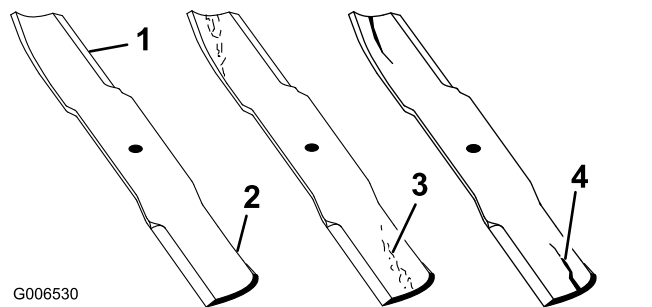

Figura 61
1. Controllate i taglienti (Figura 61).
2. Controllate le lame, in particolare l'area curva (Figura 61).
Nota: In caso di danni, usura o scanalature nell'area (voce 3 e 4 nella Figura 61) montate immediatamente una nuova lama.